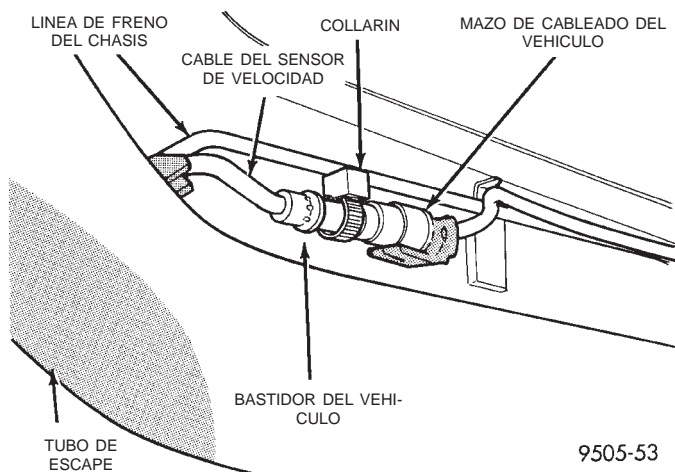
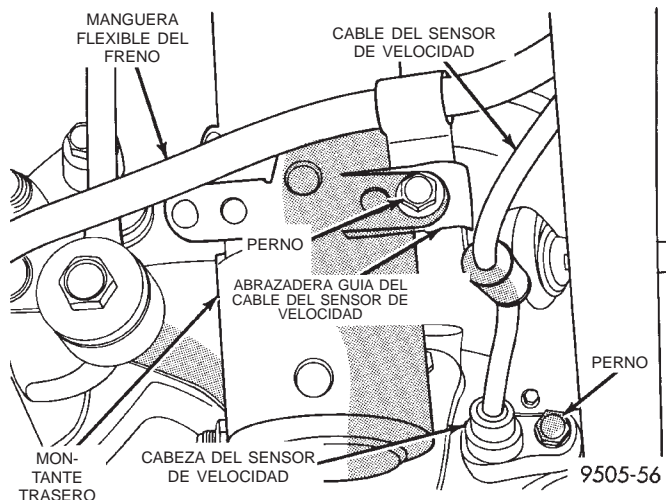

Fig. 39 Conexión del sensor de velocidad trasero al mazo de cableado del vehículo
Fig. 40 Instalación de la cabeza del sensor de velocidad y recorrido del cable
(1) Eleve el vehículo en gatos fijos o centrado en un elevador de contacto de bastidor. Para informarse sobre el procedimiento de elevación requerido que debe utilizarse en este vehículo, consulte Elevación en la sección Lubricación y mantenimiento de este manual.
(2) Retire el conjunto de rueda y neumático del vehículo.
(3) Desenchufe el conector del cable del sensor de velocidad del mazo de cableado del vehículo (Fig. 39). Retire el collarín (Fig. 39) que fija el conector del cable del sensor de velocidad a la carrocería del vehículo.
(4) Retire la abrazadera guía del cable del sensor de velocidad del soporte de montaje de la manguera flexible del freno trasero. Luego retire el cable del sensor de velocidad de los collarines guía en la manguera flexible del freno trasero y el tubo de freno del chasis.
(5) Retire el perno (Fig. 40) que fija el sensor de velocidad de rueda trasera al adaptador de freno de disco. Luego retire el perno que fija la abrazadera guía del cable del sensor de velocidad al conjunto del montante trasero (Fig. 40).
(1) Instale la cabeza del sensor de velocidad de rueda en el adaptador de freno de disco (Fig. 40).
(2) Instale el perno de instalación del sensor de velocidad de rueda (Fig. 40). Apriete el perno de instalación con una torsión de 7 N·m (60 lbs. pulg.)
(3) Instale la manguera flexible del freno y la abrazadera guía del cable del sensor de velocidad en el soporte del montante trasero (Fig. 40).
(4) Instale el cable del sensor de velocidad de rueda en los collarines guía en la manguera flexible del freno trasero y el tubo de freno del chasis.
(5) Enchufe el conector del cable del sensor de velocidad en el mazo de cableado del vehículo (Fig. 39). Instale el collarín (Fig. 39) que fija el conector del cable del sensor de velocidad a la carrocería del vehículo.
(6) Instale el conjunto de neumático y rueda del vehículo.
(7) Realice una prueba de carretera del vehículo para asegurar el funcionamiento apropiado de los sistemas de freno básico y ABS.